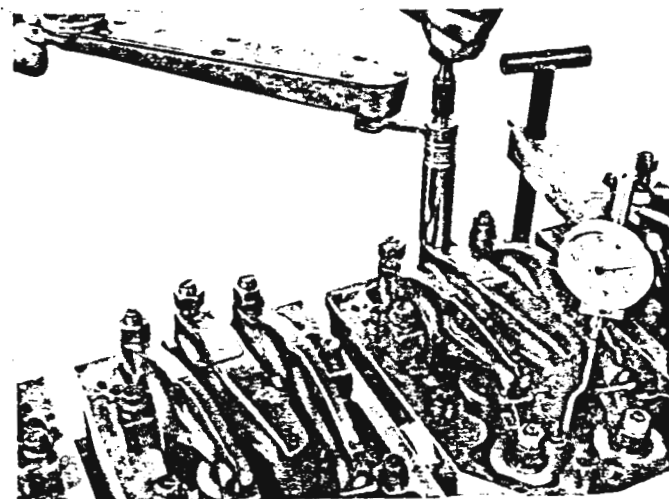

Fig. 8.
- b. Urmålerenhet (3375004) monteres på sylindertopp nr. 6, forlengelsen (3375005) skal berøre injektorens stempeltopp. Se fig. 8.
- d. Justeringsskruen skrues opp inntil måleuret viser 7.72 mm (0.304 tommer). Se tabell 2. Låsemutteren trekkes til med et moment på 54 til 61 Nm. Hvis mellomstykke ST-669 fig. 8 benyttes trekkes til med et moment på 41 til 47 Nm.